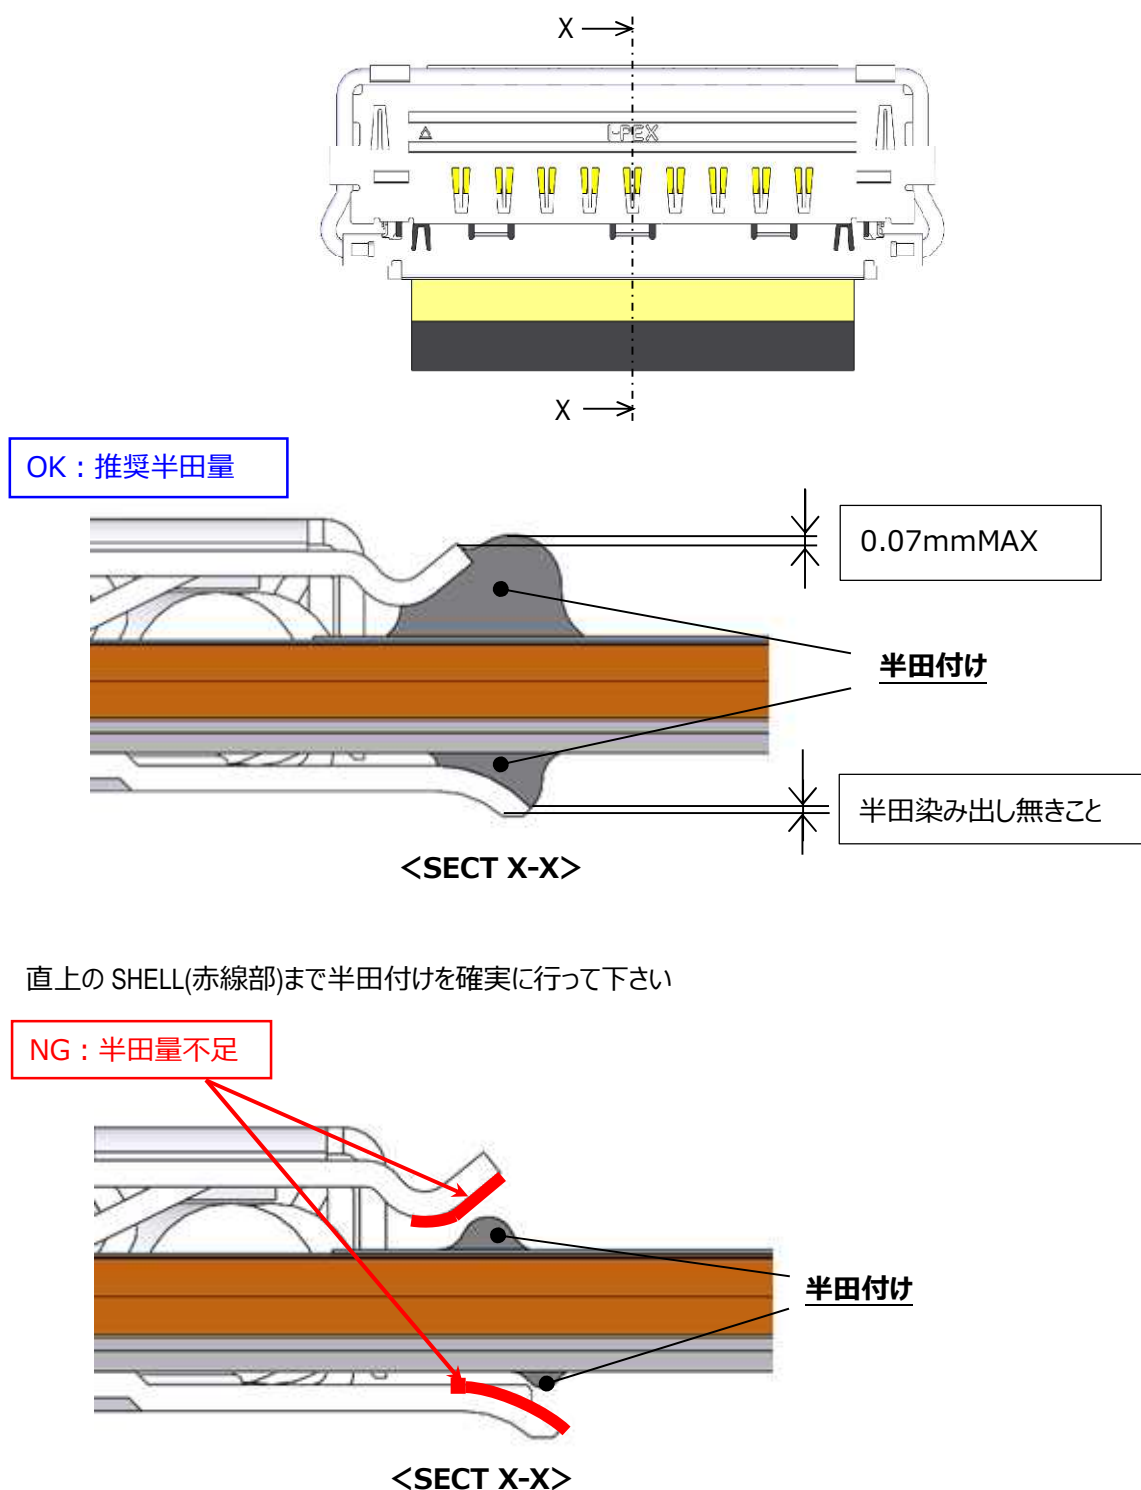

図 11. SHELL と FPC の半田付け量
- ② 図 11 の様に、SHELL と FPC を適切な半田付け量で半田する。